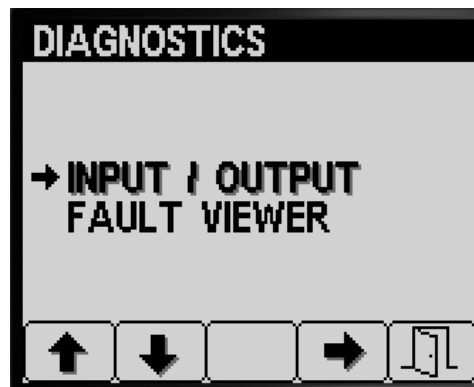

図 84
1. 整備画面から、ボタン 1 または 2 を何度か押して INPUT/OUTPUT を選択する 図 84。
2. ボタン 3 で INPUT/OUTPUT へ入る 図 84。
- ボタン 5 を押すと INPUT/OUTPUT 画面を終了し、診断画面に戻る図 84。